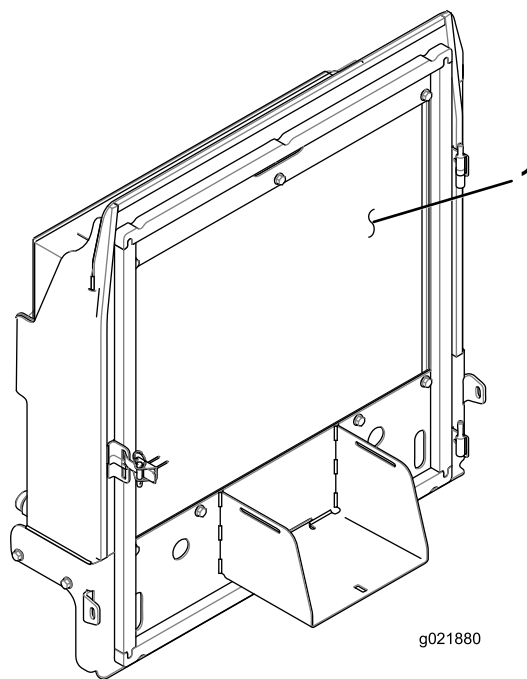

Bild 83
4. Reinigen Sie beide Seiten des Kühlers bzw. Ölkühlers gründlich mit Druckluft (Bild 83).